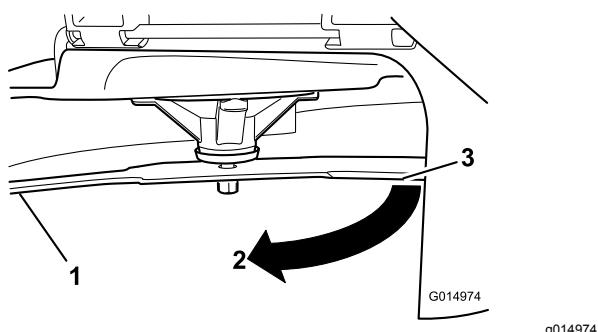

Figura 58
3. Distância medida entre a lâmina e a superfície (A)
4. Rode a mesma lâmina 180 graus para que a extremidade de corte oposta fique na mesma posição (Figura 58).